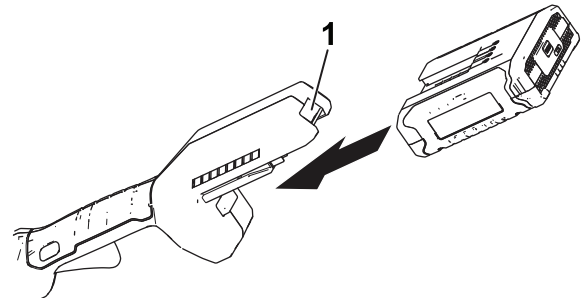

Figure 6
4. Insérez la batterie dans l'outil jusqu'à ce qu'elle s'enclenche dans le verrou (Figure 6).